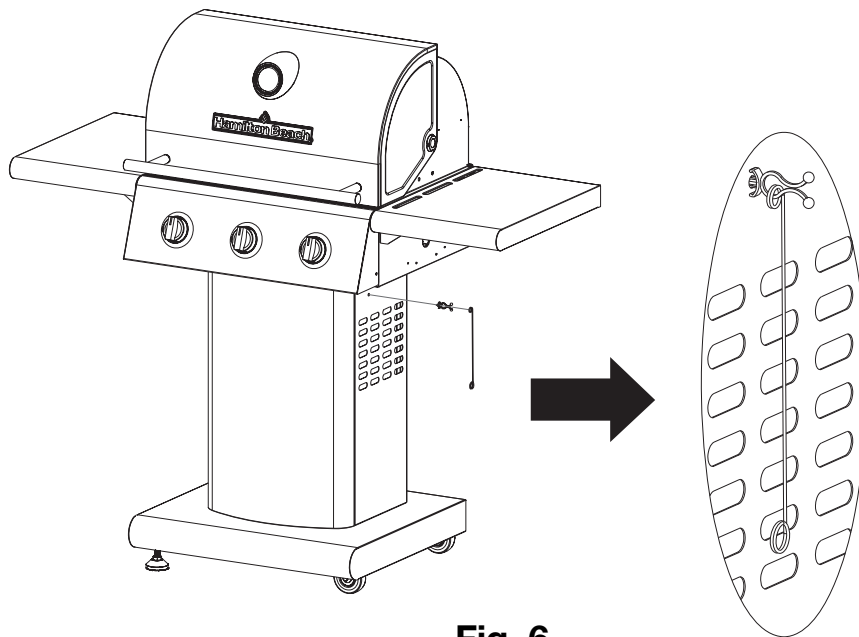

Fig. 6
1. Introduzca el nudo de nylon en el orificio del panel lateral derecho, luego coloque el portacerillos dentro de él y captúrelo como puede verse en la **Fig. 6**.